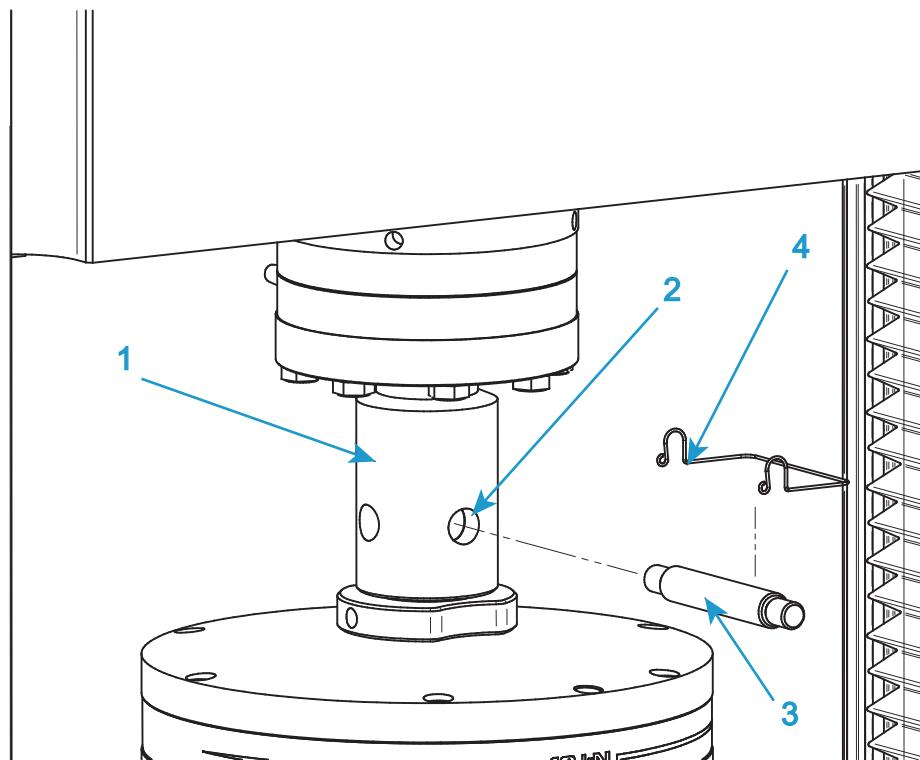

Figura 17. Installazione tipica della presa
Consultare la Figura 17 a pagina 89 quando si segue questa procedura.
1. Per il morsetto superiore, inserire l'adattatore sul morsetto nella presa a forcina femmina (1 in Figura 17) sull'adattatore della cella di carico.
2. Allineare i fori della forcina (2 in Figura 17) e infilare il perno a testa (3 in Figura 17) piana attraverso i fori.
3. Fermare in posizione il perno a testa piana, con l'apposito fermaglio (4 in Figura 17).